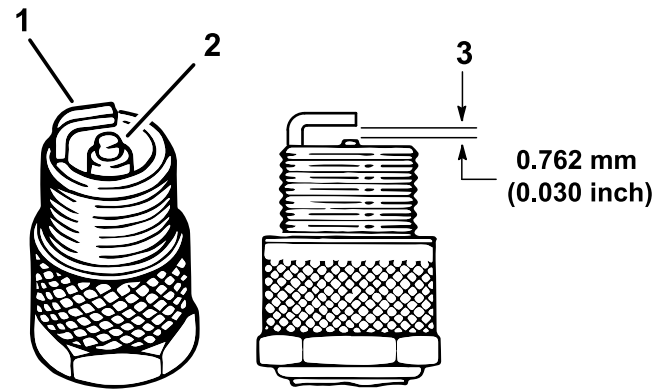

Figure 45
4. Vérifiez l'état des électrodes latérale et centrale, ainsi que de l'isolateur de l'électrode centrale (Figure 45).
5. Réglez l'écartement entre les électrodes centrale et latérale à 0,76 mm (0,03 po), comme montré à la Figure 45.